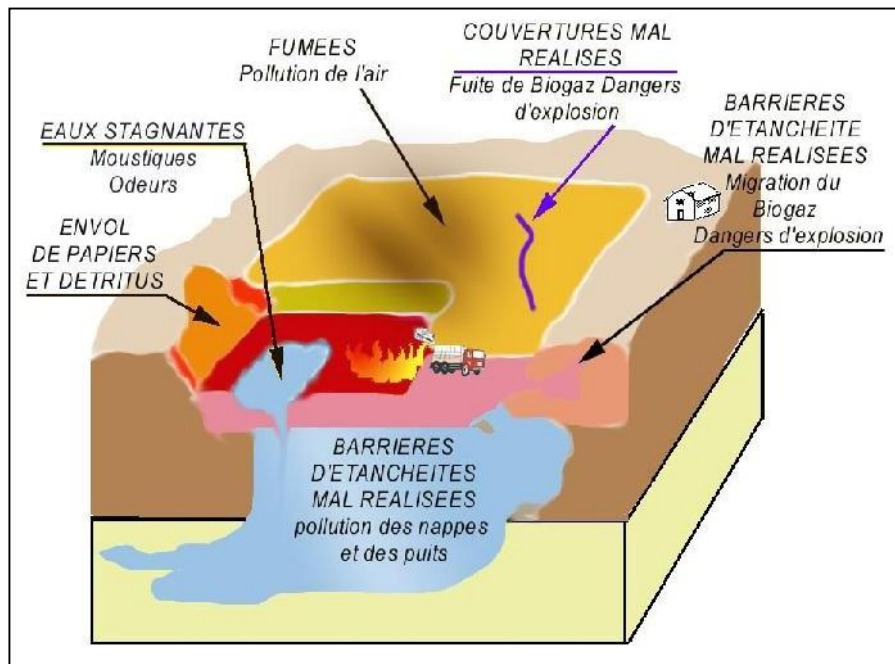

Figure 7 : Impacts d'une décharge incontrôlée sur l'environnement.
b. Impacts sanitaires des décharges non contrôlées (Figure 7)